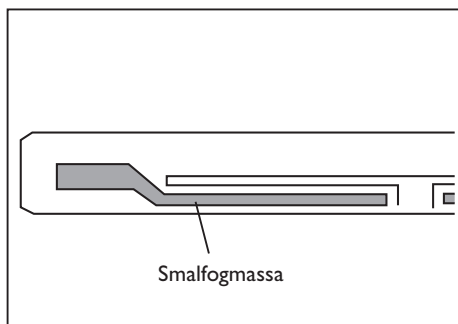

Fig. 1
4. Under not/fjäder ska man tillföra en tunn sträng med smalfogmassa (fig. 1).